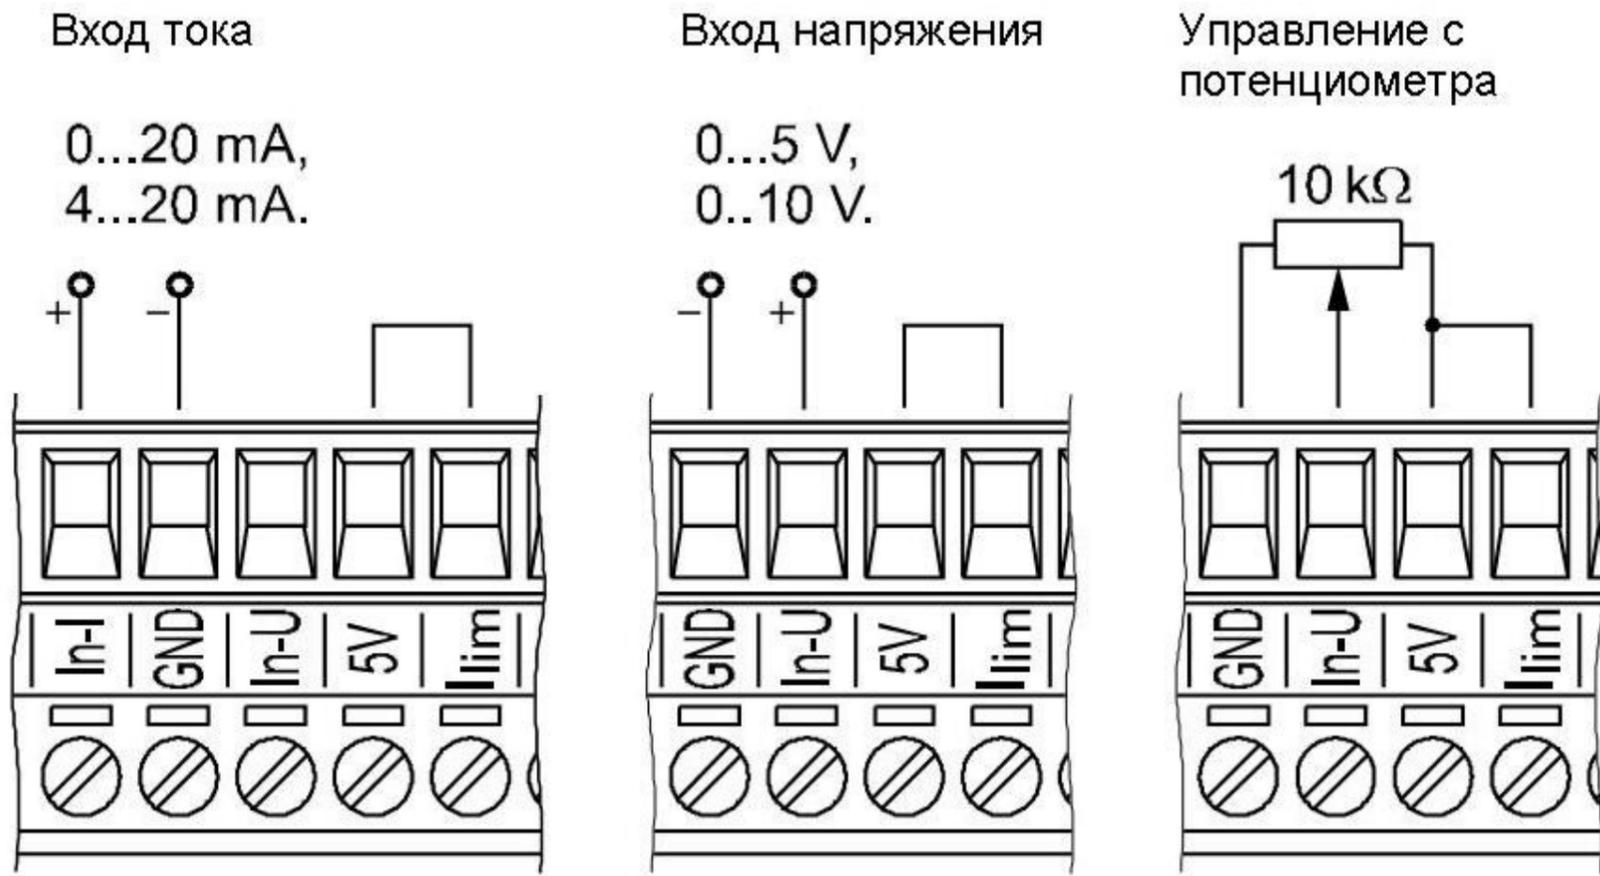

Рис.5. Подключение управляющих сигналов
В случае использования потенциометра для ограничения тока нагрузки необходимо на передней панели регулятора мощности RP1 замкнуть накоротко клеммы **5V** и **Limit**, см.рис.5.
- g) установить значение начального угла отсечки* согласно п.6.6. Увеличить входной управляющий сигнал до достижения значения тока I_r , необходимого для запуска двигателя, затем постепенно уменьшать показания потенциометра “ α_{max} ” вплоть до его отключения, см.рис.5. В данном случае диапазон управления будет от заданного значения тока I_r до номинального значения тока нагрузки I_n ;